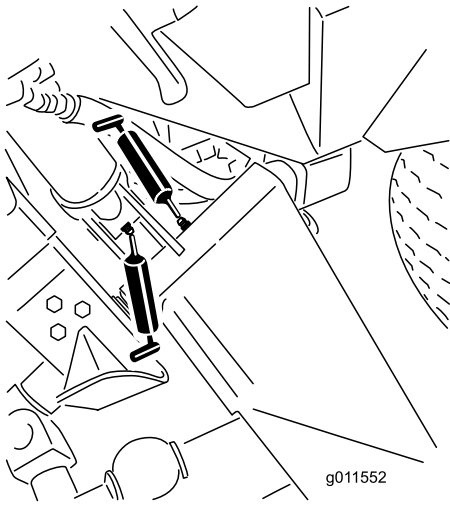
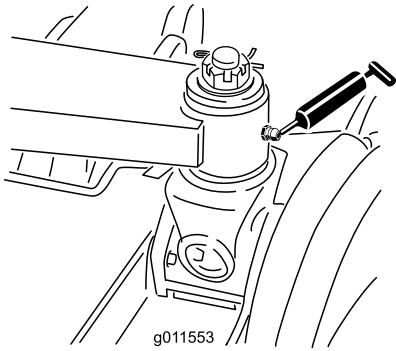

Figura 66
Figura 67
- Casquilhos do braço de elevação principal (6) (Figura 66 e Figura 67)